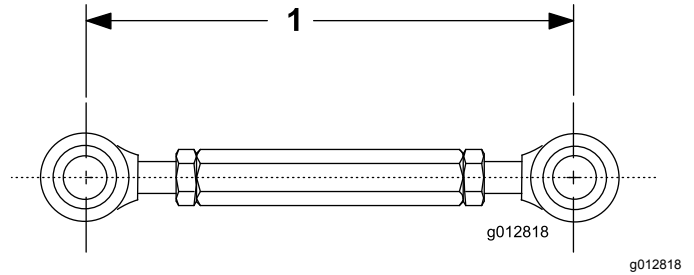

Figura 9
4. Regule o comprimento do encaixe roscado para 19 cm e aperte as porcas de segurança (Figura 9).